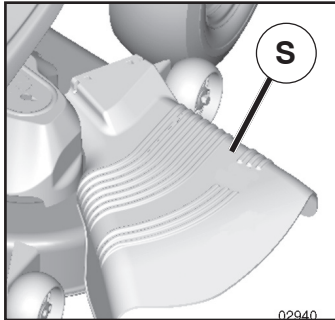

Fig. 10
**PRECAUCIÓN:** No opere la segadora sin, ya sea, el recogedor de césped completo en las segadoras así equipadas o con la protección contra la descarga (S) en su lugar. (Vea Fig. 10)